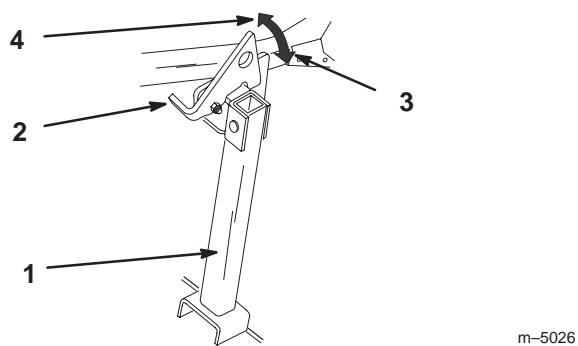

Figure 27
1. Relevez le verrou en position déverrouillée (Fig. 27).